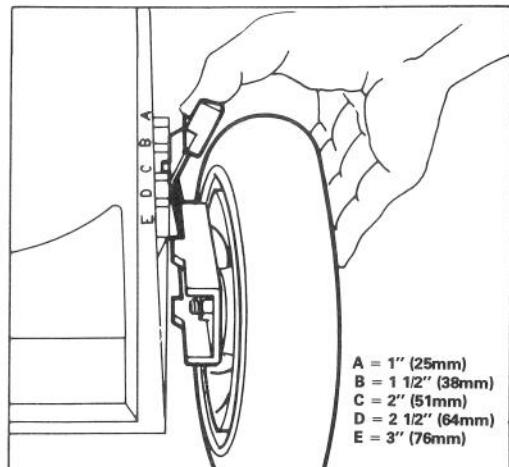

Figure 10
Cinq lettres moulée dans le carter représentent chaque augmentation progressive (Fig. 10).
2. Pour faire le réglage plus facilement, soulevez le carter de façon à ce que la roue ne touche pas le sol. Serrez le levier de réglage vers la roue et déplacez à l'ajustement désiré (Fig. 10). Assurez-vous que la cheville du levier de réglage s'engage dans l'encoche du carter. Réglez toutes les roues à la même hauteur.